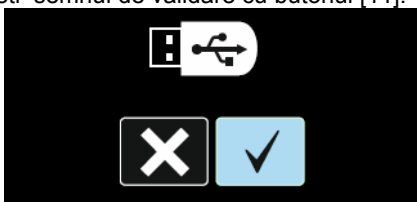

Figura 53.
- Alegeti semnul de validare cu butonul [11]. Vedeti Figura 53.